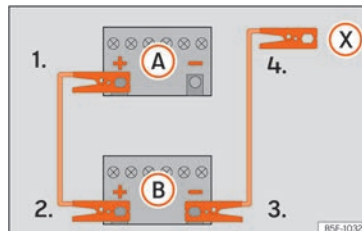

Abb. 80 Anschlusschema für Fahrzeuge ohne Start-Stopp-System.
2. Klemmen Sie ein Ende des roten Starthilfekabels an den Pluspol (+) des Fahrzeugs mit der entladenen Fahrzeugbatterie (A) » » » Abb. 80.
3. Klemmen Sie das andere Ende des roten Starthilfekabels an den Pluspol (+) des Strom gebenden Fahrzeugs (B).
- 4a. Bei Fahrzeugen ohne Start-Stopp-System: klemmen Sie ein Ende des schwarzen Starthilfekabels an den Minuspol (-) des stromgebenden Fahrzeugs (B) » » » Abb. 80.